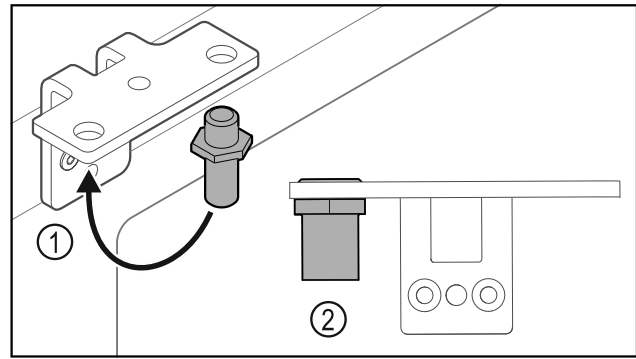

Fig. 37
- ▶ Bolzen Fig. 37 (1) im Scharnierwinkel umsetzen.
- ▶ Bolzen Fig. 37 (2) mit **Drehmoment von 12 Nm** anziehen.